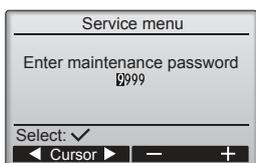

Fig. 7-2
① Dans le Menu principal, sélectionnez "Service" puis appuyez sur la touche .
② Lorsque le menu SAV est sélectionné, une fenêtre apparaît et vous invite à saisir le mot de passe. (Fig. 7-2)